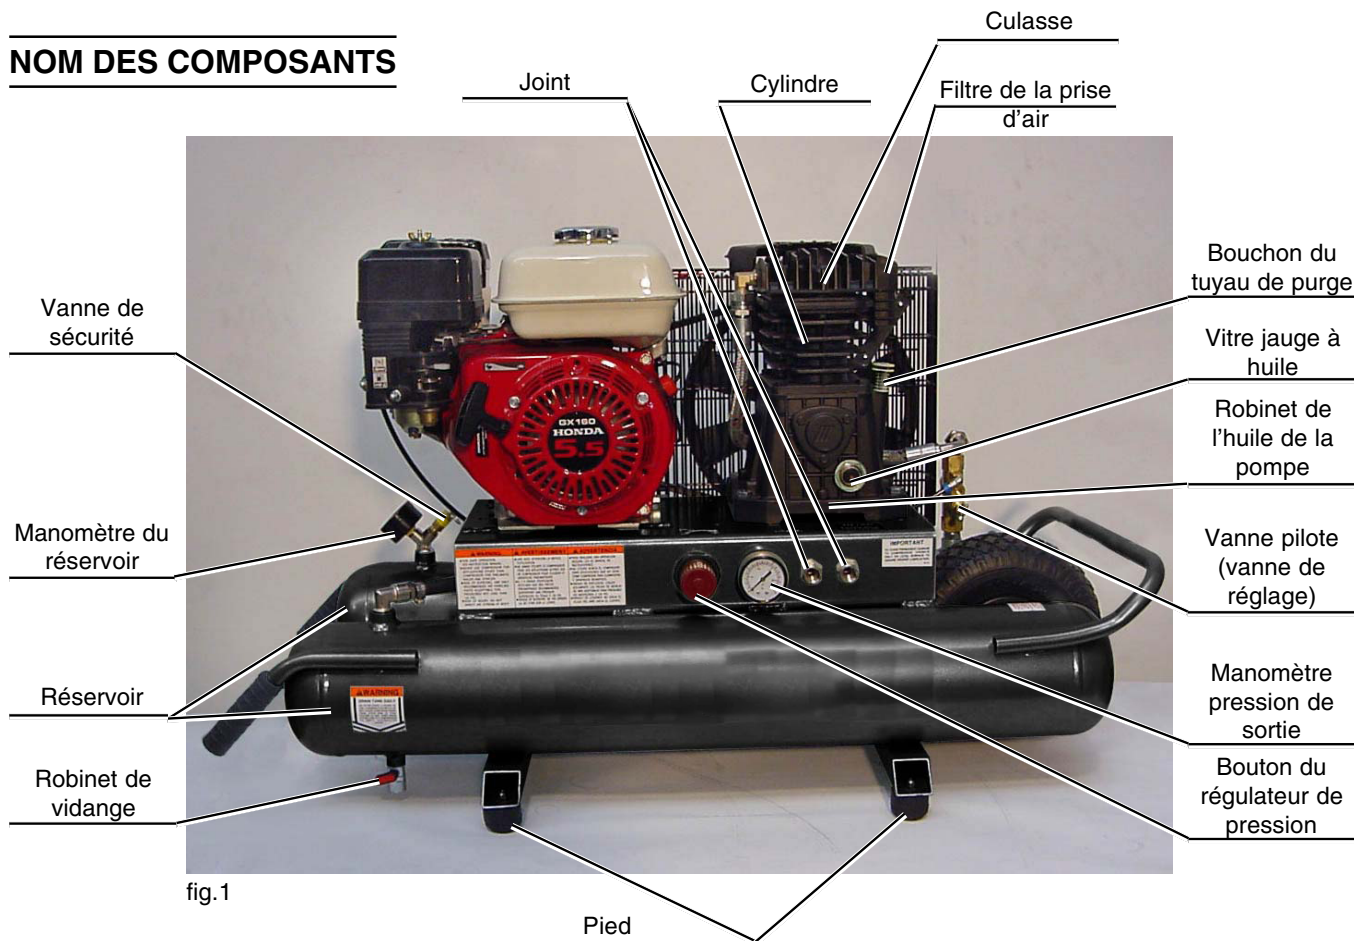

fig.1
REMARQUE: Lors de l'utilisation ou du stockage du compresseur, appliquez 4 cales en caoutchouc en bas, sur le sol (Voir fig. 1).
Vissez le raccord d'air au joint (consultez les fig.1 et 5). La taille de la vis du joint est de 3/8". Utilisez un raccord d'air de la même dimension que la vis.
- D) Vérifiez que la vanne de sécurité fonctionne correctement (consultez la fig.1). La vanne de sécurité est conçue pour prévenir des pannes du système et évacue la pression de ce dernier lorsque l'air atteint un niveau prédéterminé. La vanne de sécurité est pré-réglée par le fabricant et ne doit être modifiée sous aucun prétexte. Pour vérifier que la vanne de sécurité fonctionne correctement, tirez l'anneau. La pression de l'air doit s'évacuer. Une fois relâché, l'anneau se remet en place.